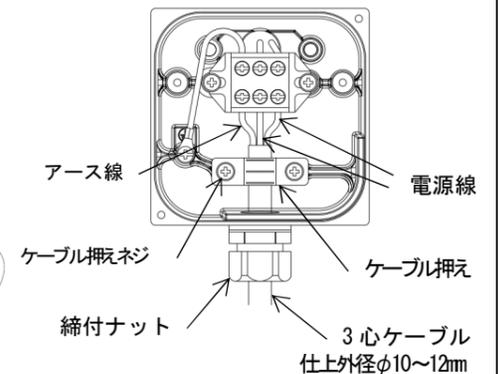

図6 端子台内部
- 600V二種EPゴム絶縁クロロブレンキャブタイヤケーブル(2PNCT)と同等以上の性能を有する仕上外径φ10~12mmの3心ケーブルを締付ナットに通し、図6のように端子台に結線して端子台ネジを適正締付トルク1.3~1.5N・mで緩みのないように確実に締付けてください。また、3心ケーブルはケーブル押えにて確実に固定し、ケーブル押えネジを適正締付トルク1.3~1.5N・mで緩みのないように確実に締付けてください。